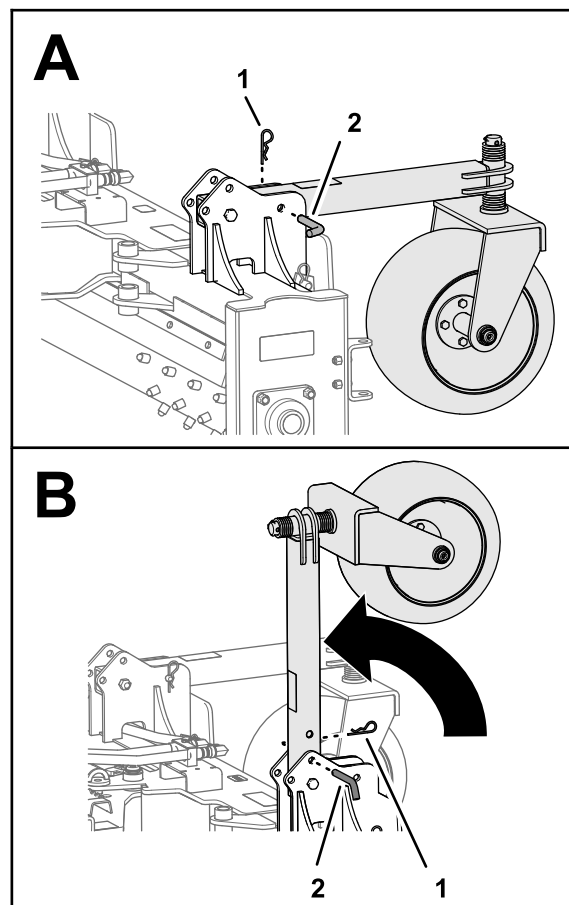

Figure 11
3. Retirez la goupille fendue et l'axe (Figure 11).
4. Faites pivoter la roue pivotante en position de rangement, comme montré à la Figure 11.
5. Fixez la roue pivotante en place avec la goupille fendue et l'axe (Figure 11).